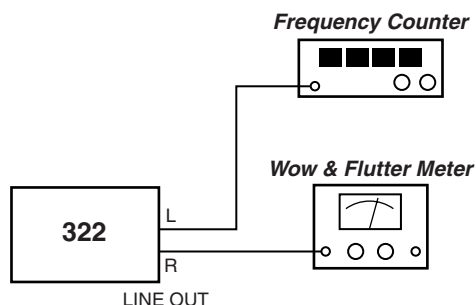

Fig. 2-1
1. Connect a wow-and-flutter meter to the deck as shown in Fig. 2-1.
1. Fig. 2-1 のようにワウフラッタメーターを接続する。
1. Connect a frequency counter to the deck as shown in Fig. 2-1.
1. Fig. 2-1 のように周波数カウンターを接続する。